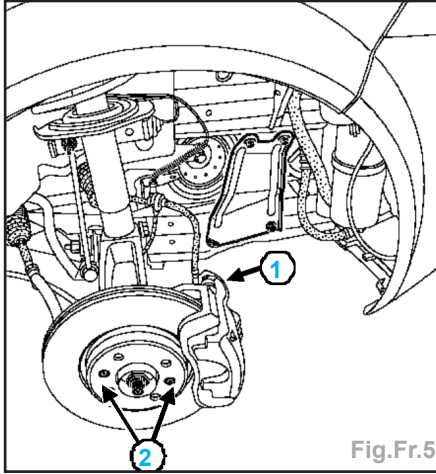

Fig.Fr.5
- les deux vis des colonnettes (1) (Fig. Fr.5).